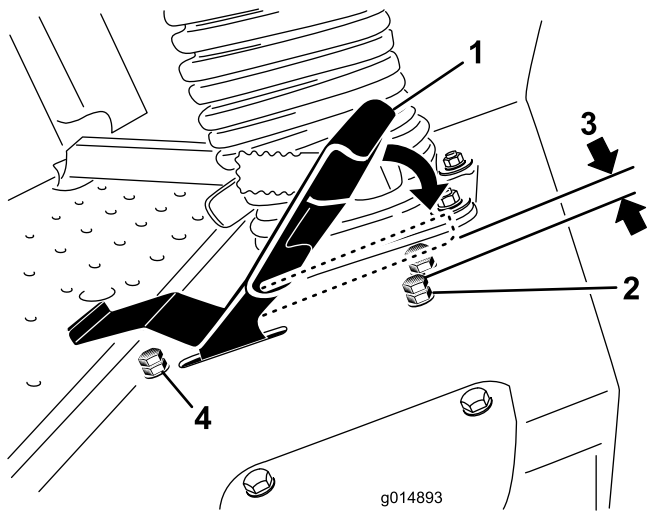

Figura 51
3. Solte a porca de bloqueio no parafuso de bloqueio do pedal de tracção (Figura 51).